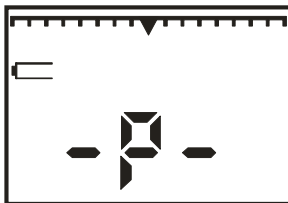

Рисунок 6.1
, при этом на индикаторе отображается линейка (рисунок 6.1)
6.11 При снижении напряжения на аккумуляторной батарее до 3,0 В на индикаторе измерителя отображается знак «-Р-» и включается периодическая звуковая сигнализация (рисунок 6.1). При дальнейшем разряде аккумуляторной батареи питание газоанализатора отключается автоматически.